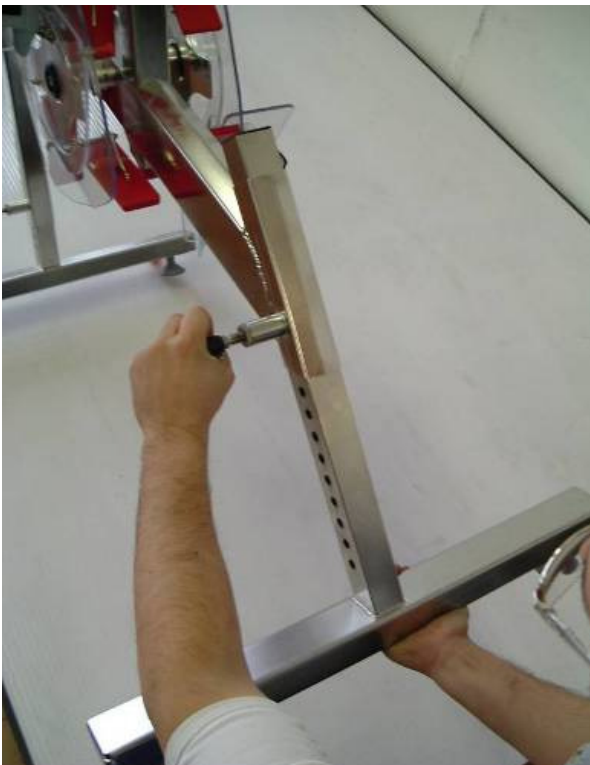

Abb. 1
- (1) Den Arretierknopf für die Standschiene entgegen den Uhrzeigersinn lösen und nach außen ziehen;
- (2) Das Rohr der Standschiene in den Rahmen einschieben, und das Loch für die ideale Höhe des Geräts im Schwimmbecken wählen;
- (3) Den Arretierknopf loslassen, und die Standschiene verschieben, bis der Arretierbolzen im gewünschten Loch einrastet;
- (4) Den Arretierknopf im Uhrzeigersinn drehen, bis das Rohr der Standschiene richtig fest sitzt (**Abb. 1**).